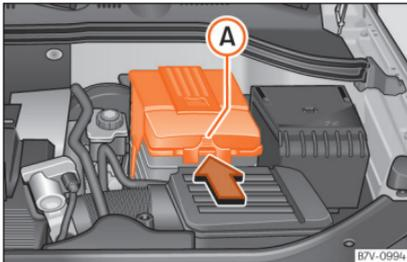

Abb. 298 Im Motorraum: Abdeckung für die Fahrzeugbatterie abnehmen.
- Bei einer Abdeckung: Auf die Lasche »» **Abb. 298** (A) in Pfeilrichtung drücken und Abdeckung nach oben abnehmen.